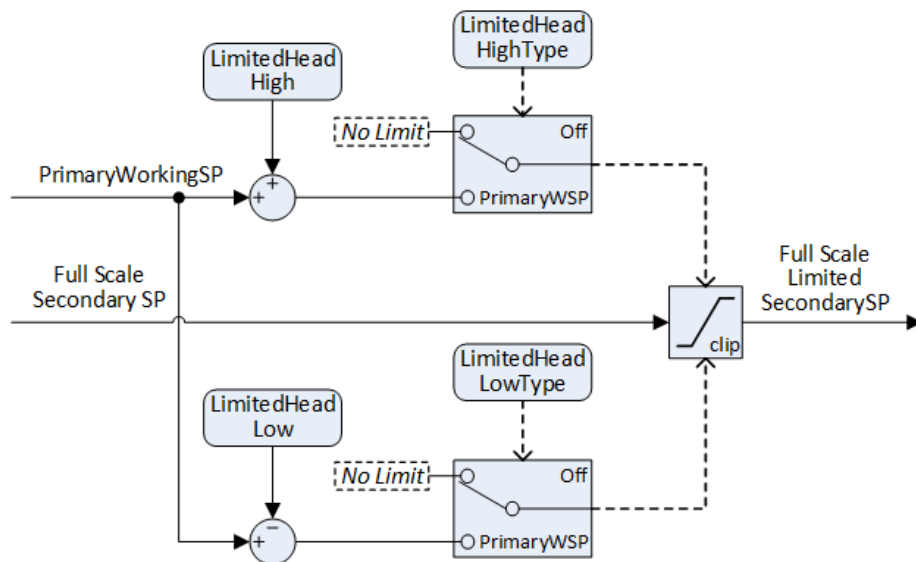

图 108 满量程配置可用的“限值压头”功能。
- 通过“Limited Head Function ”（限制压头功能），满量程设定点可通过相对于主要工作设定点的上限和/或下限进行限制——参见图 108。